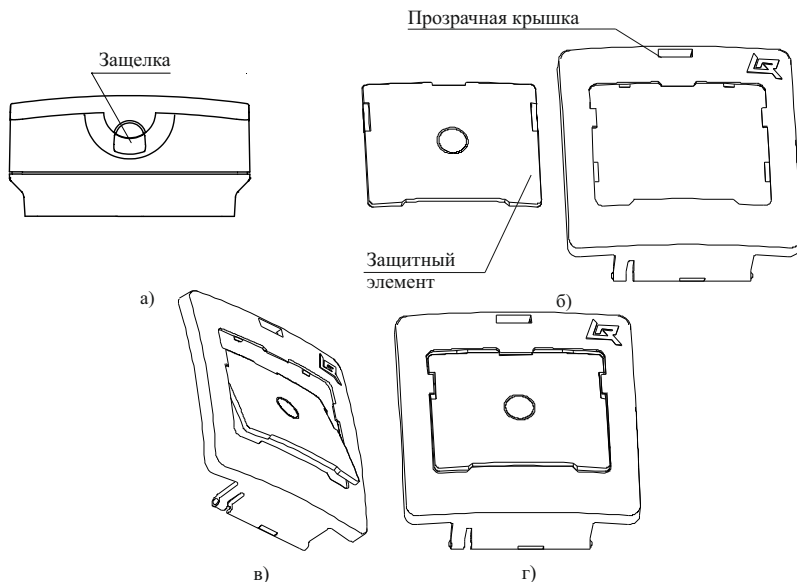

Рисунок 5
5.8 Для установки защитного элемента необходимо открыть прозрачную крышку, поддев защелку в верхней части корпуса острым предметом (рисунок 5 а). Далее прозрачная крышка показана отдельно от корпуса (снимать крышку с корпуса УДП не следует). Защитный элемент в положении, показанном на рисунке 5 б), ввести верхней кромкой в середину выреза прозрачной крышки (рисунок 5 в) и, повернув, совместив плоскости, защелкнуть нажатием на кромки защитного элемента (рисунок 5 г).